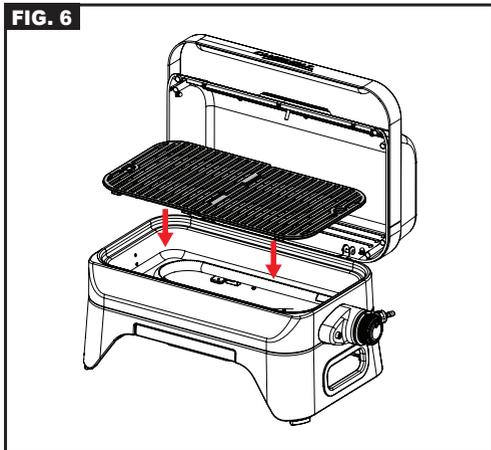

FIG. 7
- Appuyez sur le bouton de commande puis tournez-le en sens anti-horaire jusqu'à la position plein débit (🔥) (Fig.7).
- Attendre 2 à 3 secondes et appuyer plusieurs fois sur le bouton piezo (🔊) (Fig. 7)
- S'assurer que le bouton de réglage est en position "OFF" (O).
- Appuyer et tourner le bouton de réglage correspondant dans le sens inverse des aiguilles d'une montre, jusqu'à la position plein débit (🔥) (Fig. 7).